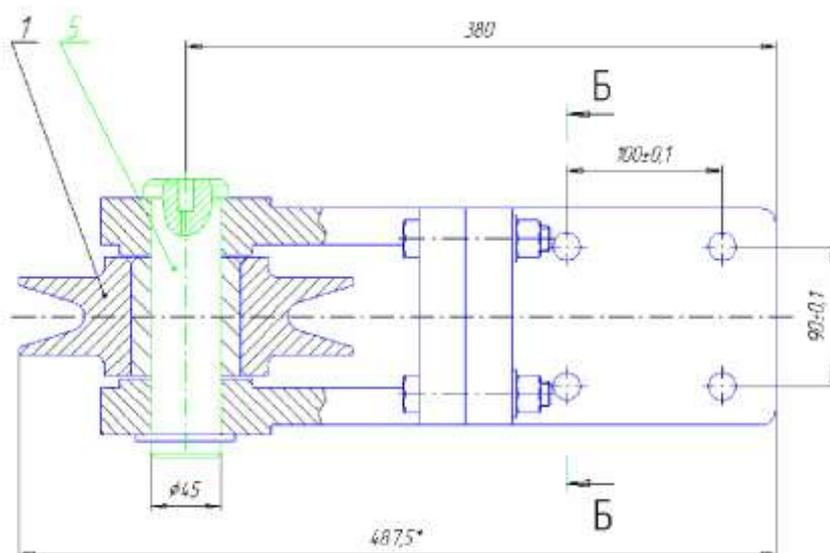

Рисунок 11.9 – Выделение детали Ось
7. На виде сверху выделите деталь Ось вместе с обозначением позиции 5 (рисунок 11.9).